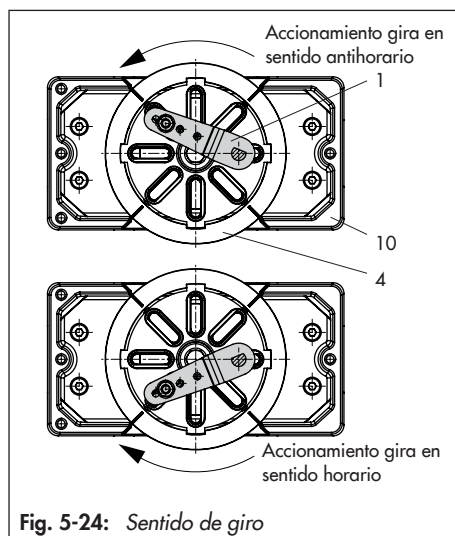

Fig. 5-24: Sentido de giro
- Colocar la rueda de acoplamiento (4) en la ranura del vástago del accionamiento o bien del adaptador (3) y fijarlo mediante el tornillo (4.1) y la arandela de presión (4.2).
- Desatornillar el pin (2) estándar de la palanca M (1) del posicionador. Atornillar el pin transmisor ( $\varnothing 5$  mm) del kit de montaje en la posición de pin  $90^\circ$ .
- Cuando sea necesario, montar en el posicionador el conector para manómetro (7) con manómetro o si se requieren rosas de conexión G  $\frac{1}{4}$ , la placa de conexiones (6), asegurando que las juntas (6.1) se alojen en su lugar. En accionamientos rotativos de doble efecto sin resortes, se necesita montar un amplificador inversor, ver cap. 5.6.7.
- Colocar el posicionador en la caja adaptadora (10) y fijarlo. Teniendo en cuenta el sentido de giro del accionamiento, alinear la palanca (1) para que quede en la ranura de la rueda de acoplamiento con su pin (Fig. 5-24).